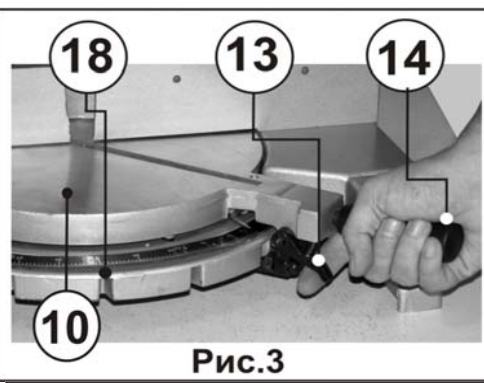

Рис.3
#### 8.2. Поворот стола в положение 0°, (рис.3)
Ваша пила может пилить под любым углом от прямого - 90° до 47° влево или вправо (по показаниям шкалы). Ослабьте ручку фиксации поворотного стола (14), потяните за курок плунжера (13) и поверните стол (10), Рис.3, на желаемый угол. **Затяните ручку фиксации поворотного стола (14), Рис.3.**
Пила снабжена фиксаторами плунжера в упоре (18) под углом 0°, 22,5° и 45° влево и вправо. Поворачивайте ручку фиксации поворотного стола (14) до тех пор, пока плунжер не войдет в один из фиксаторов (18), три из которых видны на Рис.3. **Затяните ручку фиксации поворотного стола (14), Рис.3.**
Для снятия со стопора потяните курок плунжера (13), Рис.3.
**ВНИМАНИЕ: ВСЕГДА ЗАТЯГИВАЙТЕ РУЧКУ ФИКСАЦИИ ПОВОРОТНОГО СТОЛА (14) ПЕРЕД ПИЛЕНИЕМ, Рис.3,**